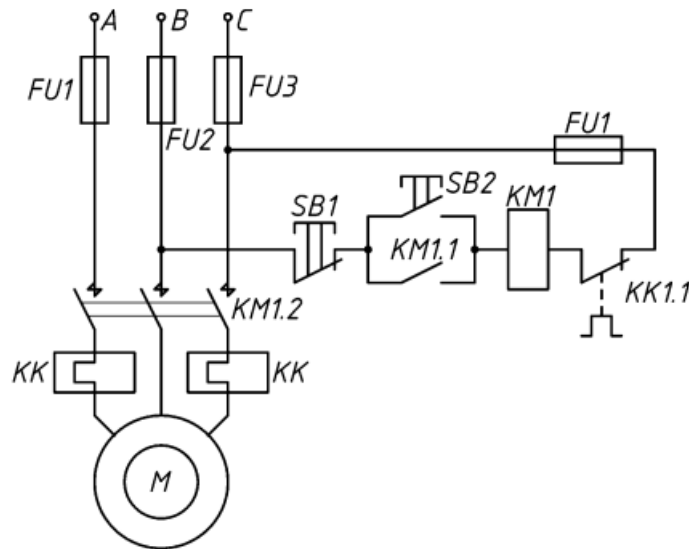

Рисунок 1 – Схема прямого пуска асинхронного электродвигателя
**Задача 3.** Для защиты от токов короткого замыкания цепи питания короткозамкнутого асинхронного электродвигателя мощностью  $P_n$  (рисунок 1 и таблица 4) используются плавкие предохранители серии ПР-2 (разборные, без наполнителя). Определить номинальный и пограничный токи, а также сечение медной плавкой вставки и выбрать наиболее близкое по номинальному току плавкой вставки исполнение предохранителя. Технические данные предохранителей серии ПР-2 приведены в таблице 7.